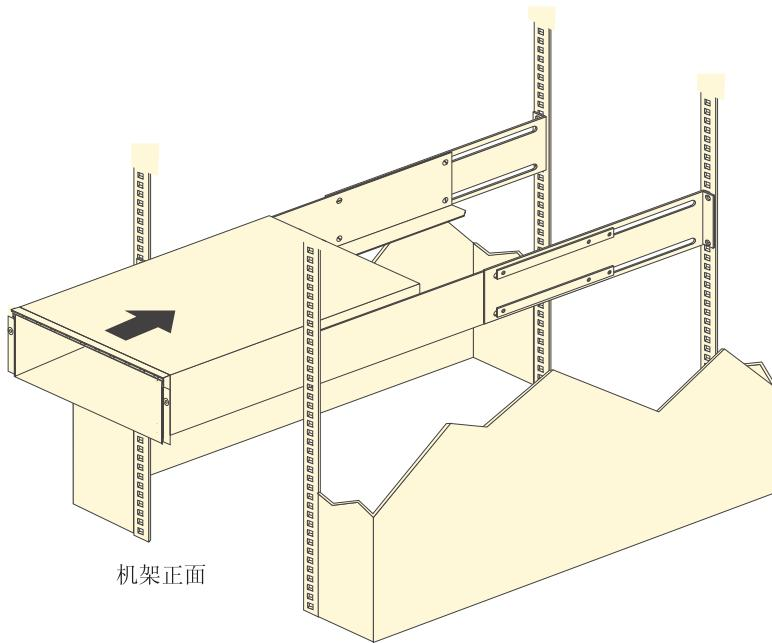

图 19. 安装 DS5020
- b. 在另一人的帮助下，将存储子系统的后端放到支持导轨上，然后将该单元滑到机架中，如图 19 中所示。